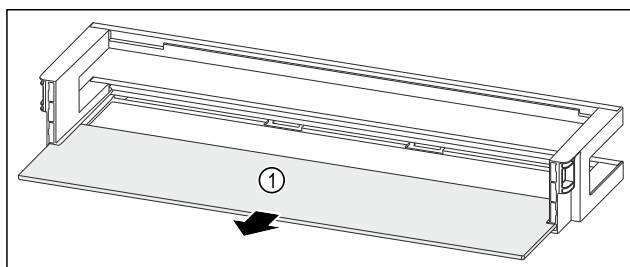

Fig. 95 Лотки на дверцятах з полицею
- Дістаньте полицю Fig. 95 (1).